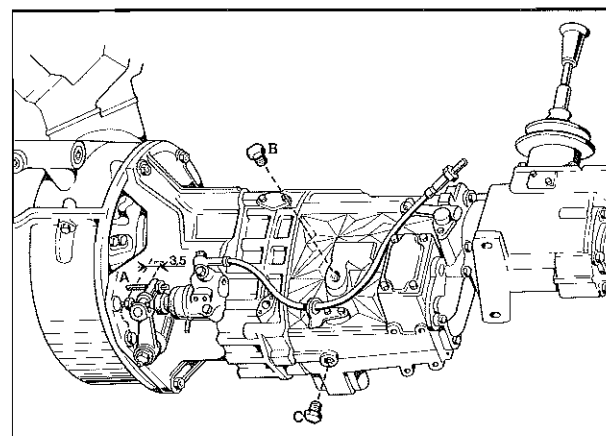

Fig. 18 - Cambio meccanico
- Tramite il tappo di carico B (**Fig. 18**).
- A gruppo caldo svitare il tappo di scarico C (**Fig. 18**) e riavvitare previa pulizia dello stesso. Eseguire il riempimento dal tappo di carico B. Capacità scatola cambio: litri 1,8.
- Checking is made through the oil filler plug B (**Fig. 18**).
- With warm transmission unscrew drain plug C (**Fig. 18**) and screw it on again after having it cleaned. Fill oil through plug B. Transmission capacity: 1.8 litres.